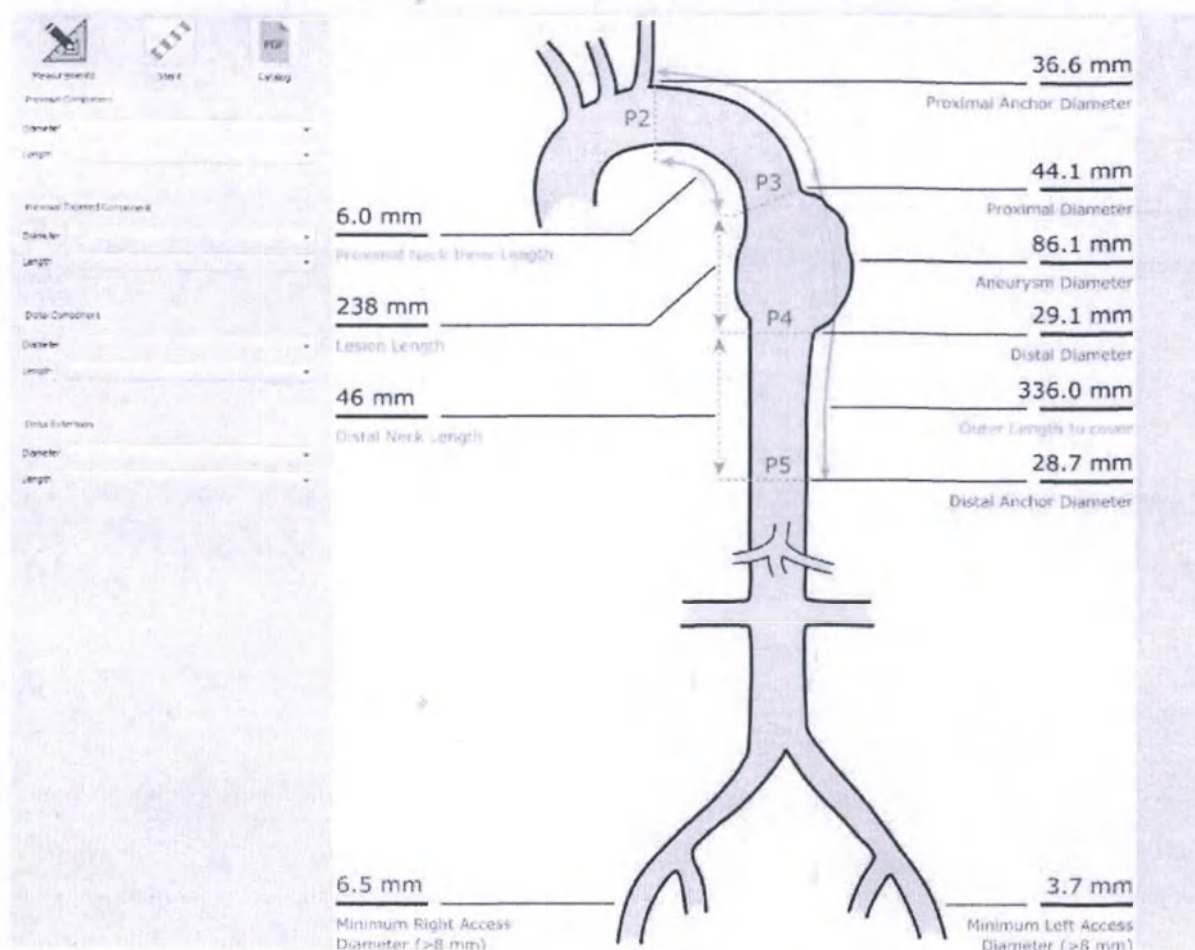

Рисунок 14: Выбор имплантируемого устройств
- После выбора имплантируемого устройства будет отображаться вторая панель (рисунок 14). Сверху данной панели может отображаться список размеров при нажатии на «Measurements» (Измерения). Вы также можете отображать текущий стент и каталог.
Значения, отображаемые красным, показывают, что они вне диапазона, определенного в рамках соответствующего пункта измерений. (Рисунок 14)